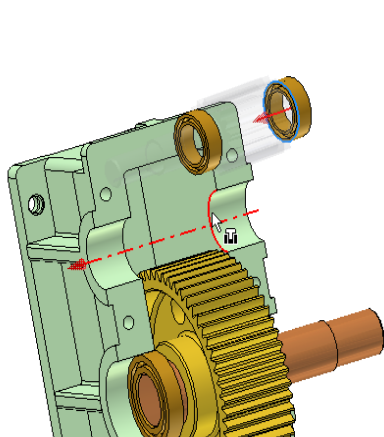

图 10-24 插入约束示意图
①装入小齿轮子部件(文件名为“小圆柱齿轮.iam”)。
②单击【装配】标签栏【位置】面板上的【约束】工具按钮, 打开【放置约束】对话框, 装配类型选择为【插入】选项, 选择一个轴承的内侧表面和对应的轴承孔的内侧表面, 如图 10-24 所示(有箭头符号垂直于该表面), 偏移量设置为零, 方式选择为【对齐】选项即可。